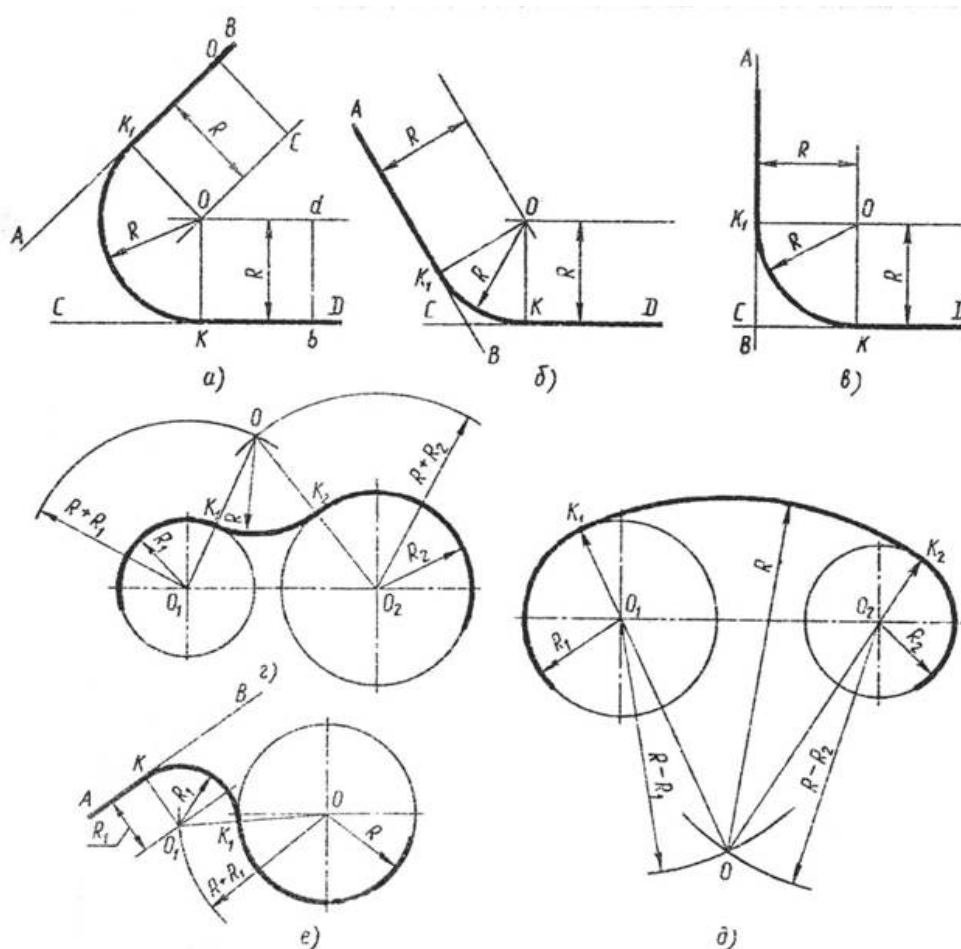

Рисунок 11 - Примеры построения сопряжений
**Методические указания.** При вычерчивании контуров технических деталей и в других технических построениях часто приходится выполнять сопряжения (плавные переходы) от одних линий к другим. Вспомните правила построения сопряжений. На рис. 11 приведены примеры построения сопряжений, когда задан радиус дуги сопряжения. В этом случае необходимо определить центр сопряжения и точки сопряжения. Обводку контура детали производят с помощью циркуля.